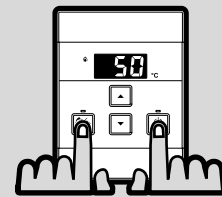

Fig. 3
4. Conecte el otro terminal del cable (A) al conector de control remoto (B) (Fig. 3)
6. Fije el control remoto a la pared utilizando la fijación adecuada (fig 3)